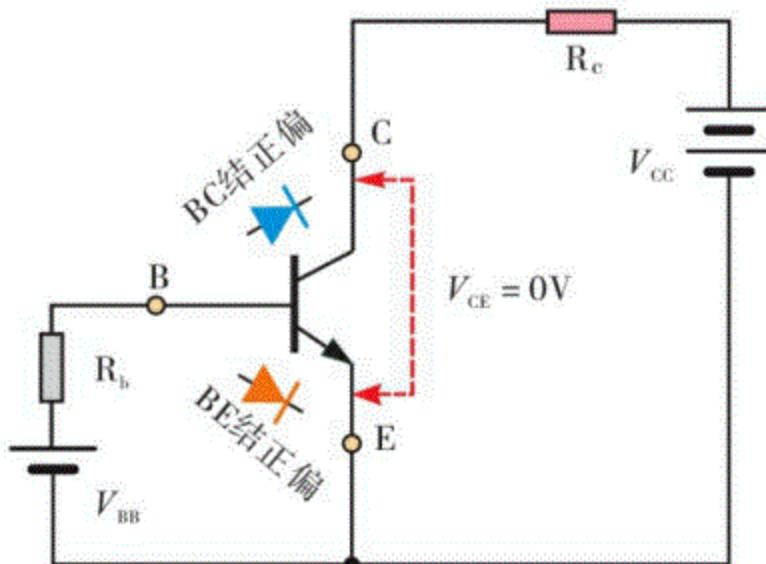
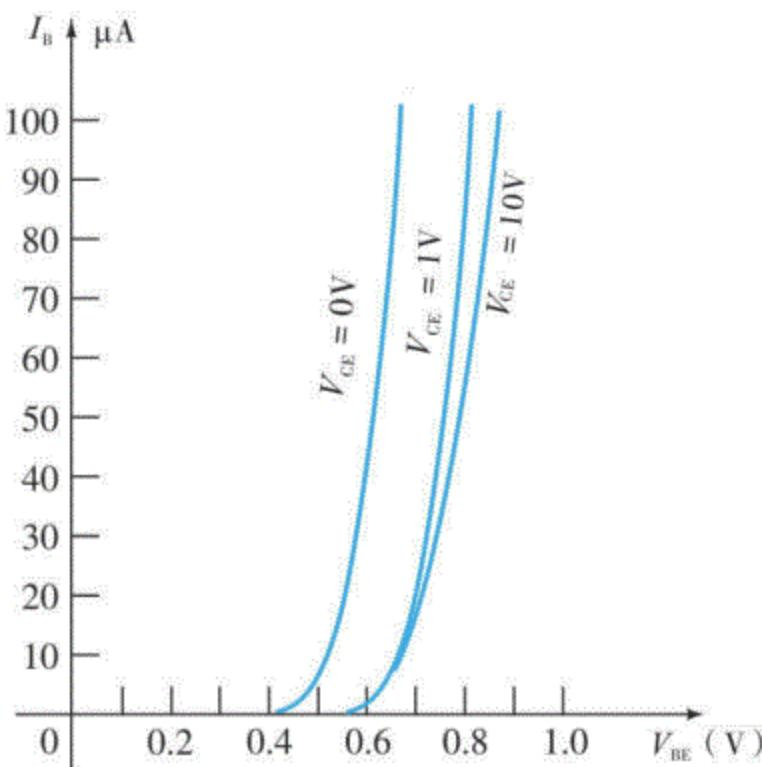

图9.22 三极管相当于两个二极管并联
图9.23 输入特性曲线
- ①当三极管的 $V_{CE}=0V$ 时，三极管的发射结、集电结都正偏，三极管的发射极与集电极之间等效短路。再结合9.2.1节的内容，此时的三极管相当于两个二极管并联，如图9.22所示，其输入特性曲线相当于两个二极管并联的正向特性，如图9.23所示。